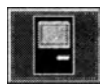

Рисунок 68
- Закройте исследование (если оно открыто), кликнув на иконку «Список исследований» (см. рисунок 68) на контрольной шкале рабочего окна.